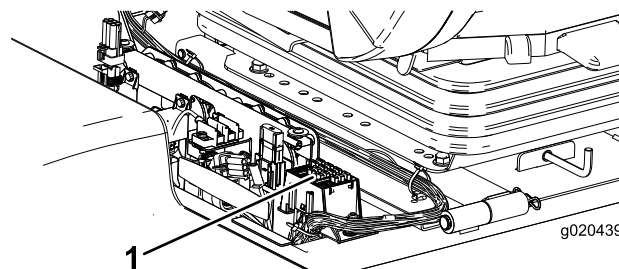

Figure 9
3. Acheminez le faisceau de câblage sous le groupe de déplacement et dans le centre d'alimentation (Figure 9).